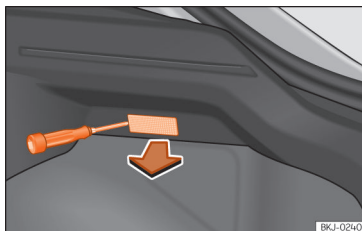

Abb. 65 Gepäckraumleuchte*
- Nehmen Sie das Lampenglas der Glühlampe durch Druck mit einem Schraubenzieher auf dessen Unterseite ab »» **Abb. 65.**